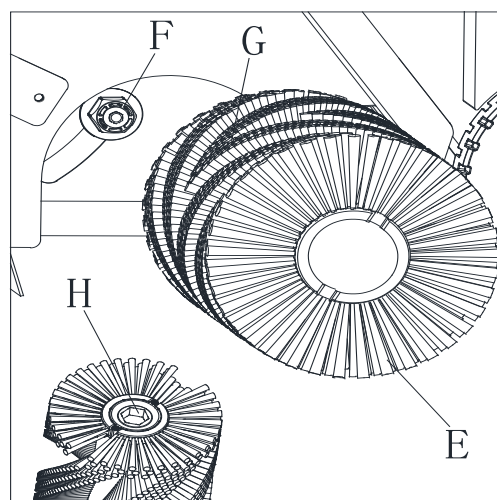

Figure 22
5. Retirer la brosse principale (E, figure 22).
6. Vérifier s'il y a de la poussière ou d'autres corps étrangers (tels que des fils, du tissu, etc.) sur le moyeu d'entraînement (F, figure 22). Si c'est le cas, les nettoyer.
7. Lors de l'installation d'une nouvelle brosse principale, s'assurer que la forme des poils correspond aux indications (G, Figure 22).
8. Lors de l'installation d'une nouvelle brosse principale, aligner le moyeu de la brosse principale (H, figure 22) sur le moyeu d'entraînement (F, figure 22).